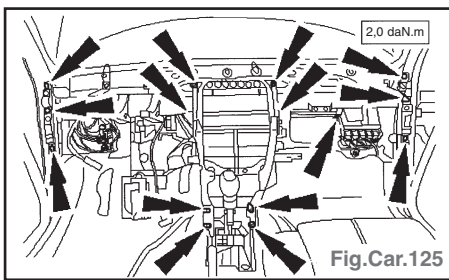

Fig.Car.125
- Déposer la traverse intérieure et déclipser le faisceau de câblage (Fig.Car.125).